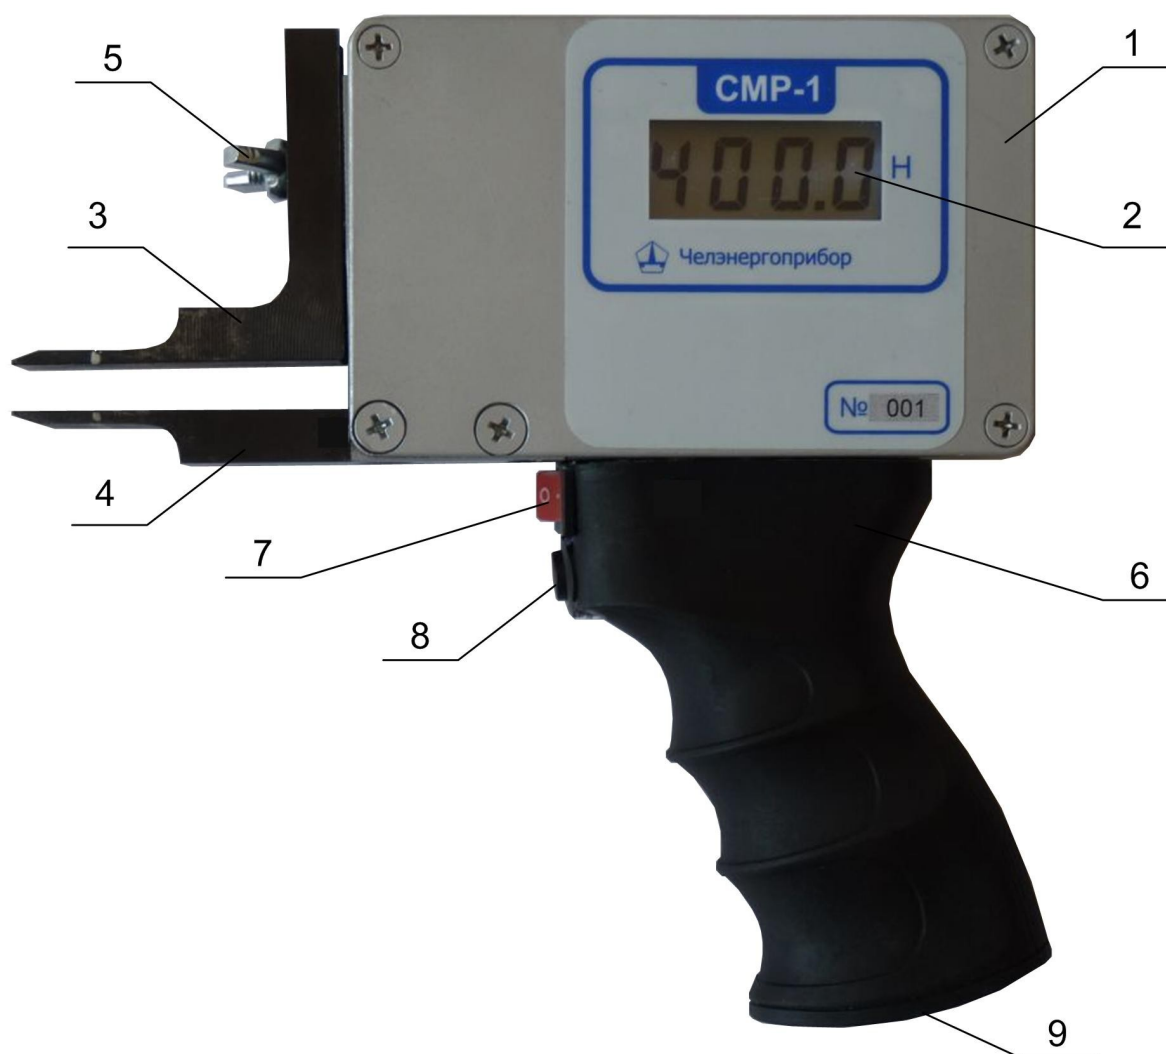

Рис. 1. Внешний вид прибора
Внешний вид прибора СМР-1 приведен на рис. 1. Основой прибора является литой алюминиевый корпус (1), в котором размещены тензорезисторы, аккумуляторная батарея, печатная плата с электронными компонентами и жидкокристаллический дисплей (2). В корпусе смонтирован раздвижной измерительный щуп, подвижная (3) и неподвижная (4) губки которого расположены вне корпуса (1) прибора. Подвижная губка может перемещаться относительно неподвижной. Она фиксируется болтом (5).
5.1.1 Для питания прибора используются 3 никель-металлогидридных аккумулятора габарита АА, суммарным напряжением 3,6 В, емкостью 2500 мА·ч. Допускается применение аналогов. Для замены батареи питания следует отвернуть пять винтов на лицевой панели корпуса (рис. 1) снять лицевую панель и заменить три аккумулятора в соответствии с маркировкой полярности на батарейном отсеке.
5.1.3 Для заряда аккумуляторов следует подключить штекер зарядного устройства (ЗУ) к гнезду в торце рукоятки прибора (9), рис.1. Корпус-вилку зарядного устройства включить в сеть 220 В, 50 Гц. Время заряда – не более 15 часов.